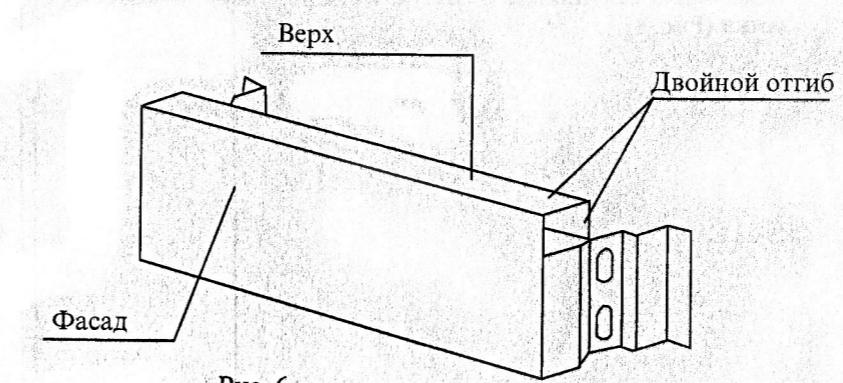

Рис. 6
**Фасадная панель** (3 шт.) скрепляет между собой боковые стенки и перегородки. Устанавливается в нижней части шкафа. (Рис. 6)